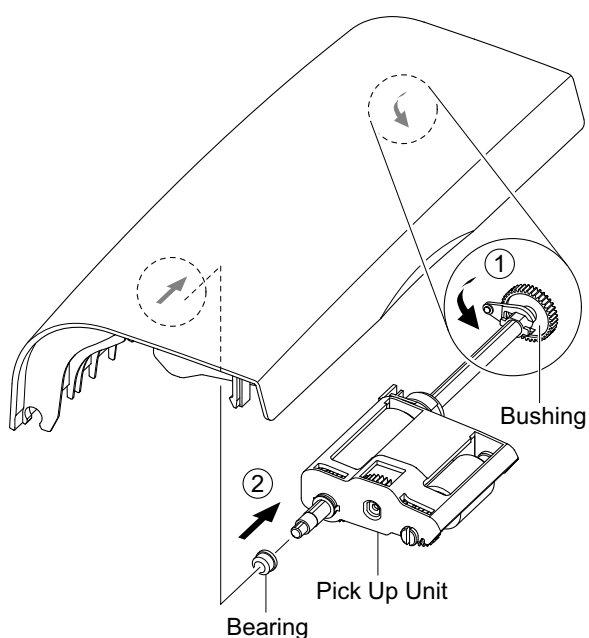

Рисунок 6
7. Вытягивайте и поворачивайте втулку, пока она не достигнет прорези, затем поднимите узел подхвата, рисунок 6.